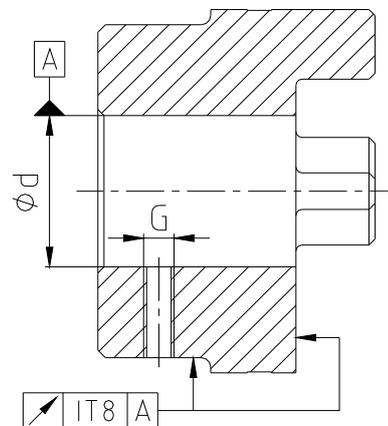

Рис. 18: Точность радиального и торцевого биения
- При изготовлении посадочного отверстия заказчиком необходимо выдержать точность по радиальному и торцевому биению (см. рис. 18).